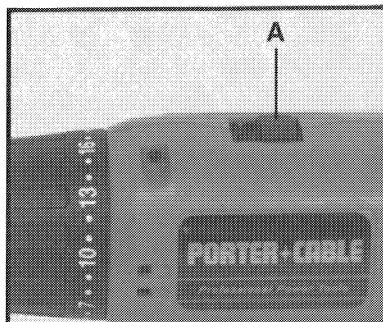

Fig. 4
La foreuse/visseuse autonome à batterie modèle 872 possède un changement de vitesse à deux vitesses qui produit une gamme de vitesse du mandrin qui va approximativement: de 0 - 400 RPM (VITESSE BASSE) à 0 - 1450 RPM (VITESSE ÉLEVÉE). Pour changer de registre de vitesse: relâchez l'interrupteur de la gâchette pour arrêter le moteur en ensuite faites passer le sélecteur de vitesse (A) Fig. 4 vers l'arrière pour choisir une vitesse ÉLEVÉE ou vers l'avant pour choisir une vitesse BASSE.